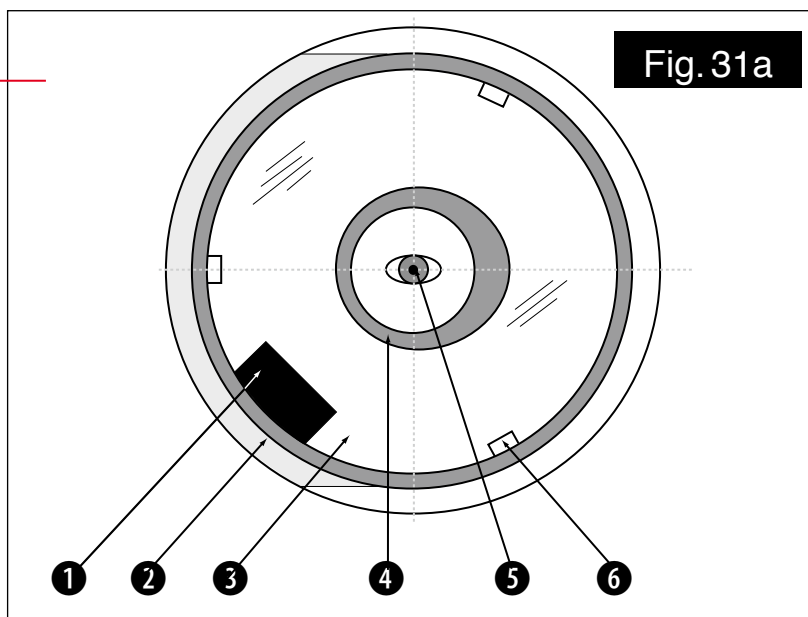

Fig. 31a: un télescope Schmidt-Newton bien collimaté, tel que l'on peut le voir à travers le porte oculaire, sans oculaire.
1. Observez à travers le porte oculaire et orientez vous de manière à ce que le miroir primaire du télescope soit à votre droite et la lame de fermeture placée à l'avant du télescope à votre gauche. Le miroir secondaire apparaît alors centré (2, Fig. 31a). Si le miroir secondaire est décentré, réglez les 4 vis de collimation de son support de manière à le centrer.
- Si la réflexion du miroir primaire (3, Fig. 31a) n'est pas centrée dans le miroir secondaire, réglez les 4 vis de collimation situées sur le support du miroir secondaire pour centrer la réflexion. Comme décrit ci-dessus, les 4 vis de collimation (Fig. 31b) sur le support plastique du miroir secondaire servent à deux réglages différents durant la procédure.